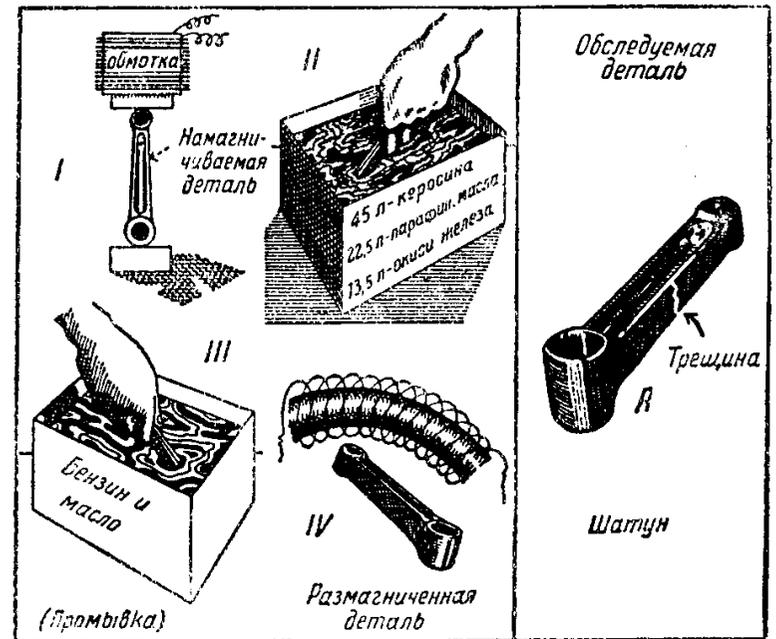

Рис. 322.
Рис. 322. Все части, входящие в конструкцию авиационного мотора, должны быть самым тщательным образом осмотрены. Так как невооруженным глазом невозможно увидеть все дефекты, особенно в стальных частях, то приходится прибегать к способу «электромагнитного исследования». Часть, подлежащая осмотру, намагничивается в течение 0,5 секунды, как показано в 7, затем погружается в ванну II, наполненную реактивами, перечисленными на рисунке. Если в металле имеются дефекты, частицы окиси железа выявят слабые места (A). Затем осматриваемая часть промывается в ванне III и размагничивается (IV)-